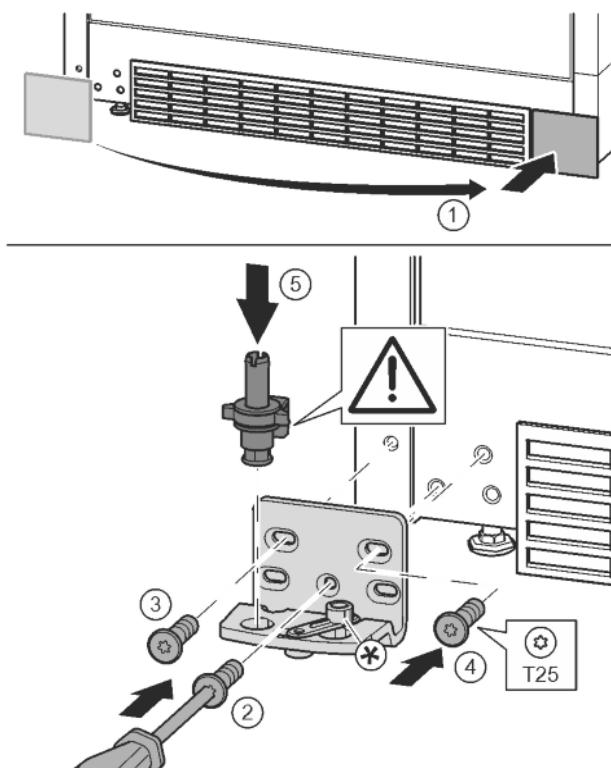

Fig. 17
- Снять крышку и поставить с другой стороны. Fig. 17 (1)
- Установить опорный кронштейн с другой стороны и прикрутить с помощью отвертки T25. Начинать с винта 2 в центре. Fig. 17 (2)
- Затянуть винты 3 и 4. Fig. 17 (3, 4)
- Снова установить опорный палец в сборе. При этом следить за тем, чтобы выступ фиксатора был направлен назад. Fig. 17 (5)